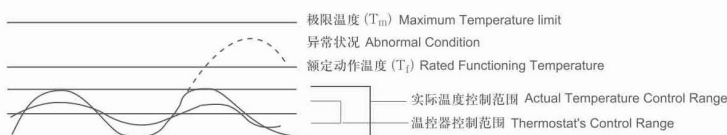

图 1 Fig.1
- 应用产品必须经过测试以确定当出现任何异常状况时都不会使温度保险丝周围温度超过极限温度 (Tm)，这种状况可能出现在一种称为“余热过冲”的状况下。例如：一个热风机在进风口或出风口堵塞时引起温度升高到 Tf，这时温度保险丝断开电路，但是，一个不正确的设计可能会引起装置提前开路 and 过度的余热过冲可能会损伤保险丝，应用产品须经测试以确定在正常的温度波动状态（如温控器的动作与复位引起的加热器温度波动）下，温度保险丝周围温度在温控器的通断循环中不会达到 Tm。（见图 1）